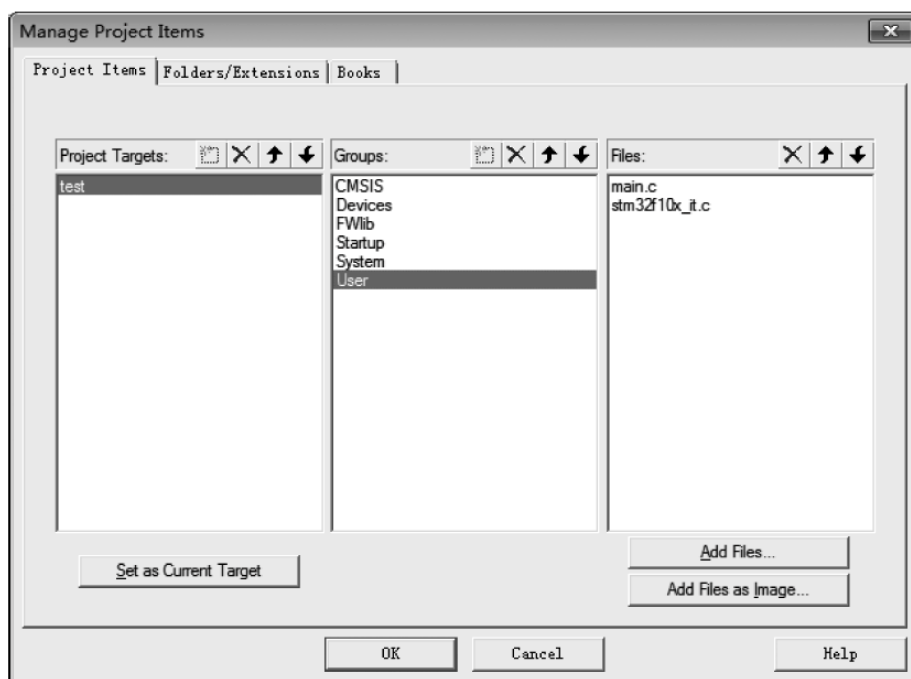

图 5.18 向 System 中添加内容
(6) User 组: 如图 5.18 所示, 单击 Add Files 按钮, 将工程目录中 User 文件夹下的